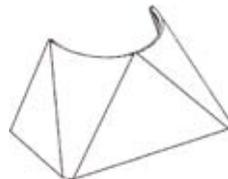

图 5.48 成型
-  单选按钮：用于通过冲压成型的加工方法得到放样折弯，效果如图 5.48 所示。